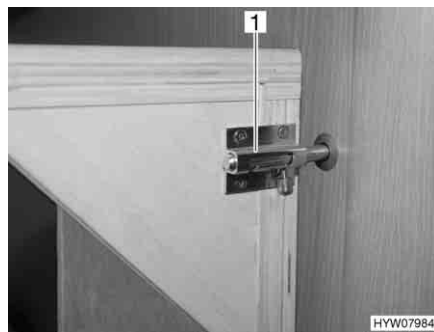

Fig. 40 Bloccaggio sul telaio portamaterasso
- Assicurare il telaio portamaterasso alla parete del mobile con il chiavistello (Fig. 40,1).
- Tirare indietro il chiavistello (Fig. 40,1).